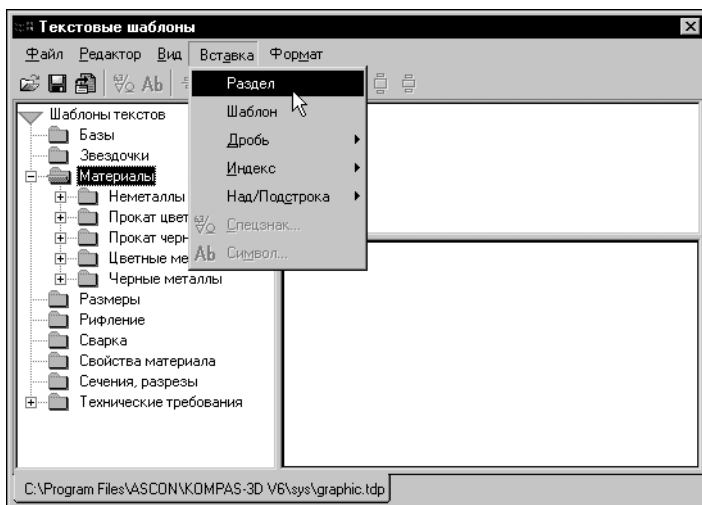

Рис. 35.3. Вызов команды создания раздела
3.2. Вызовите команду **Вставка — Раздел** (рис. 35.3).